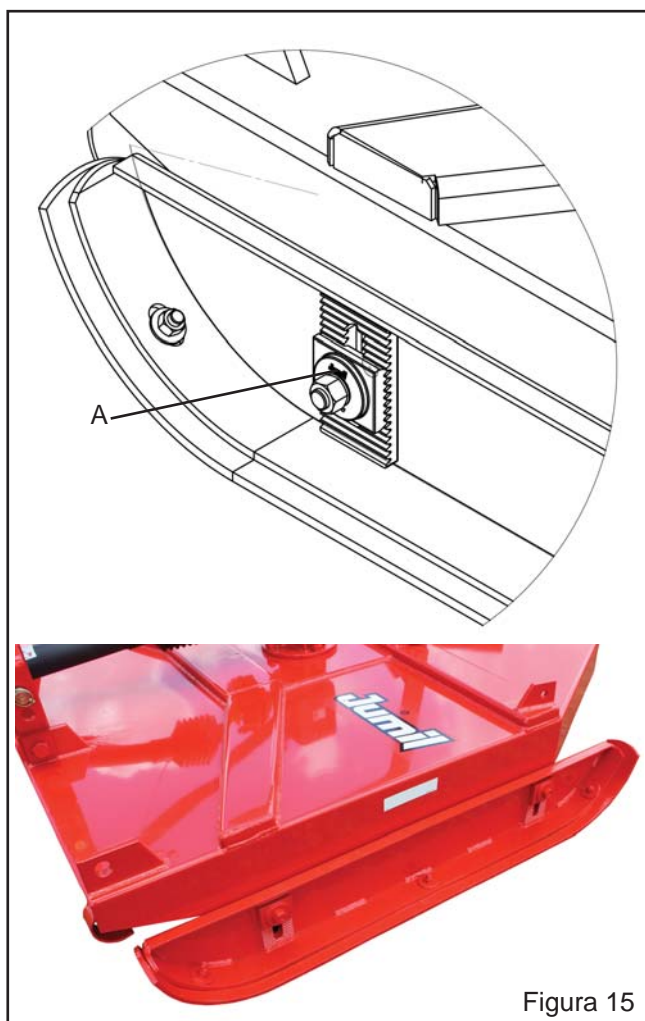

Figura 15
- a) Solte os parafusos que fixam as serrilhas laterais "A" de regulagem dos esquis (Figura 15);
- c) Fixe a seguir os parafusos que prendem as serrilhas "A" ao chassi do implemento (Figura 15);